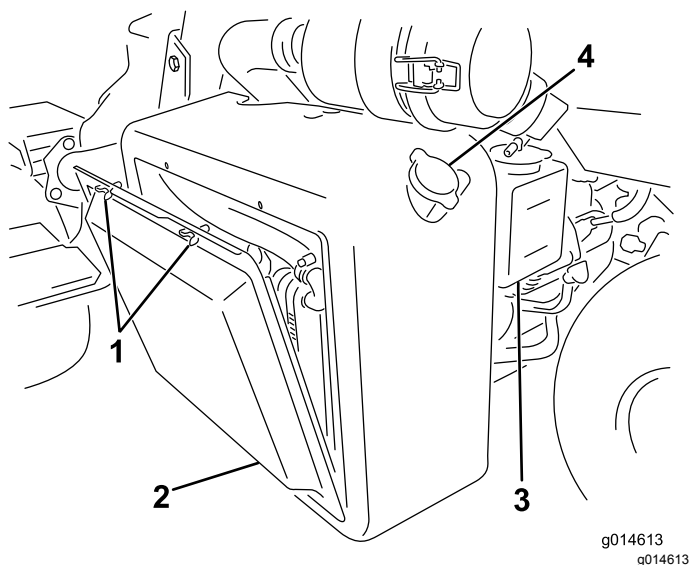

Figure 49
1. Retirez l'écran du radiateur (Figure 49).